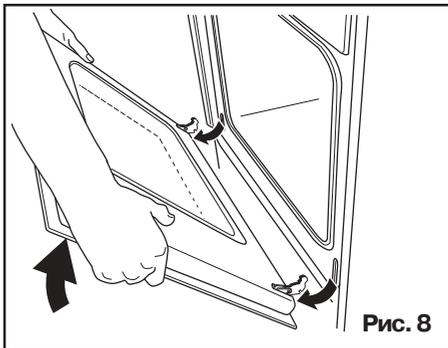

Рис. 8
- 8) возьмитесь за дверцу слева и справа и медленно поднимите ее в полуоткрытое положение (Рис. 8);
- 8) осторожно выньте дверцу, потянув на себя (Рис. 8);